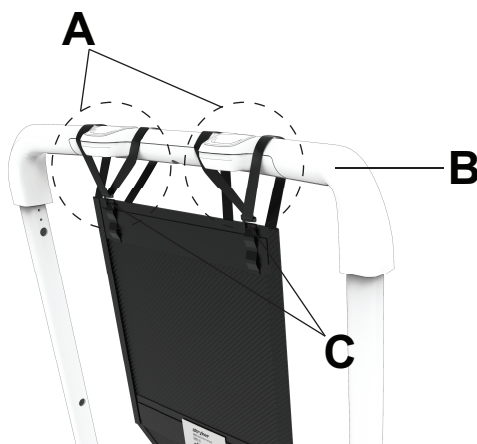

Figure 31 – Fixer les sangles à la barre d'appui
2. Enrouler la sangle du support de tête gauche (A) autour du côté gauche de la barre d'appui (B). La sangle doit encadrer les deux côtés du bouton d'activation gauche. Attacher le crochet (C) à la boucle du support de tête pour fixer la sangle autour de la barre d'appui (Figure 31).